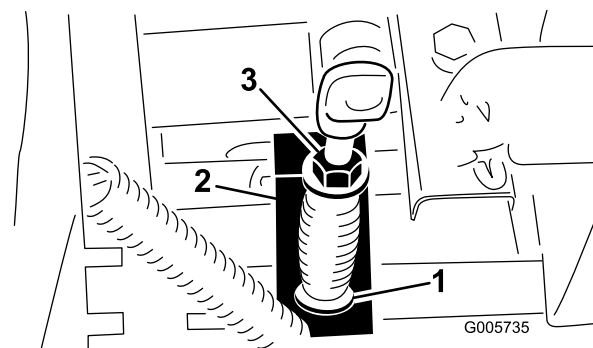

Bild 68
3. Messen Sie die Länge der ZWA-Feder zwischen den Flachscheiben (Bild 68). Die Federlänge sollte 81 mm betragen.
4. Zum Einstellen halten Sie die Einstellschraube mit einem Schraubenschlüssel fest (unter dem ZWA-Aktuatorarm) und drehen Sie die Sicherungsmutter (Bild 68).